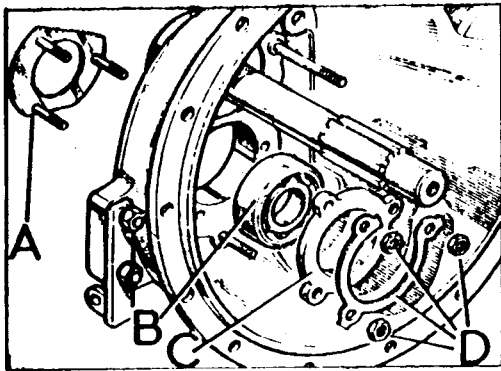

Fig. C-78 Cojinete del intermediario
- 1.1. Extraer la tapa, A (Fig. C-78) y la placa-retén, C, del cojinete, B, del eje intermediario y, a presión, separar el cojinete del cárter de embrague.
- 3.5. Instalar a presión el cojinete, B (Fig. C-78), del eje intermediario en el - cárter de embrague, y fijarlo por medio de sus elementos.